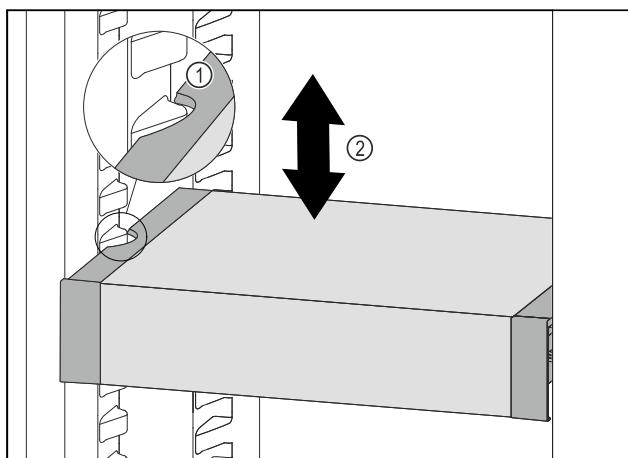

Fig. 75
- ▶ Изтеглете VarioSafe напред, докато страничните прорези на VarioSafe се намират на височината на реброто на съда в хладилната част. Fig. 75 (1)
- ▶ Преместете VarioSafe нагоре или надолу в хладилната част, докато се достигне желаната височина. Fig. 75 (2)